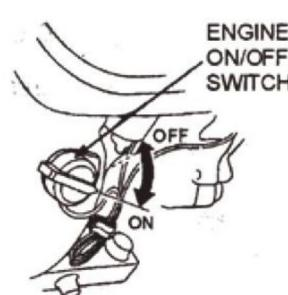

FIG. 9
- 9.5 Sätt motorns ON/OFF-omkopplare (FIG. 9) i läget "ON".